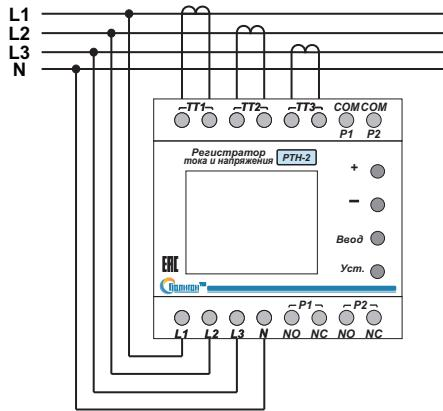

Рис.8. Схема подключения РТН-2 к сети.
3.2.2. Произвести подключение контролируемой сети согласно маркировке (Рис. 8): L1, L2, L3 фазы; N нейтраль; TA1...TA3 вторичные обмотки трансформаторов тока; реле P1(событие по току - срабатывает при превышении установленного порога по току) и P2 (событие по напряжению - срабатывает при превышении/уменьшении напряжения выше/ниже порога по напряжению). Сечение подключаемых проводов должно быть не менее 0,75 мм. кв.